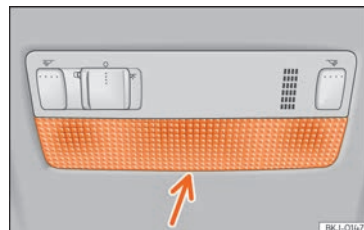

Fig. 174 Luz de lectura delantera.
- Introduzca un destornillador fino por su parte plana entre la carcasa y el cristal >>> fig. 174.